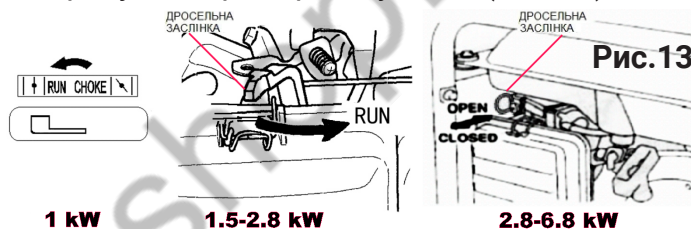

Рис.13
3. Поверніть важіль повітряної заслінки карбюратора в положення ON («УВІМК.»). Цього не потрібно робити, якщо двигун перебуває в розігрітому стані (Рис.13).